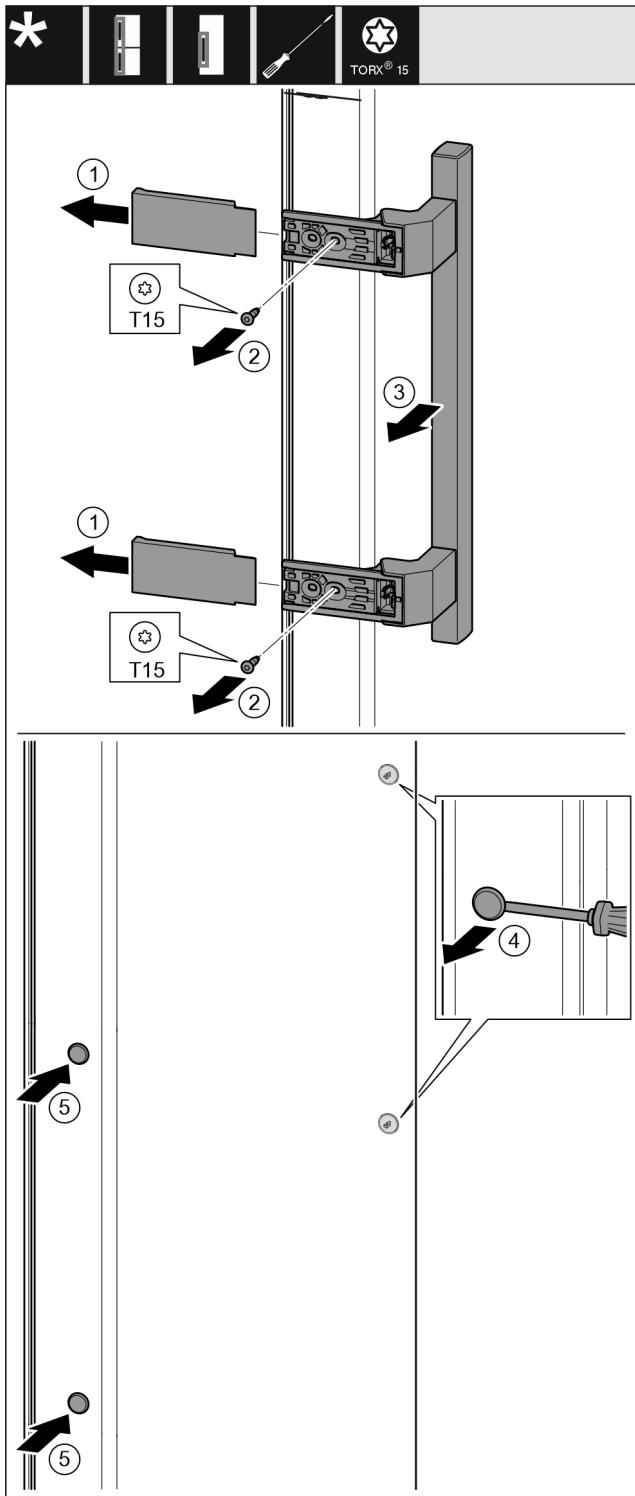

Fig. 20
- ▶ 拆下盖板。 Fig. 20 (1)
- ▶ 用 T15 螺丝刀将螺钉旋出。 Fig. 20 (2)
- ▶ 取下把手。 Fig. 20 (3)
- ▶ 用带槽螺丝刀小心地提起侧边的堵头并将其拉出。 Fig. 20 (4)
- ▶ 将堵头重新放入另一个侧。 Fig. 20 (5)